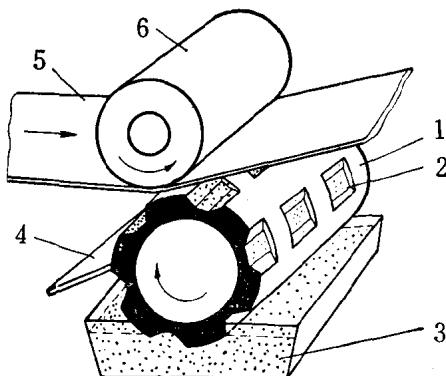

图1-5 凸版印刷原理示意图
(3) 凸版印刷机: 凸版印刷使用的印版正好和凸版相反, 其图文部分凹下, 低于空白部分, 如照相腐蚀凸版或雕刻凸版等。凡是使用凸版的印刷机可统称为凸版印刷机, 其印刷原理如图1-5所示。